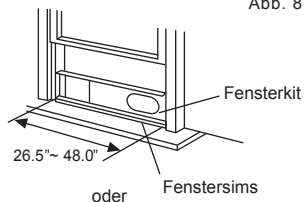

Abb. 9
2. Legen Sie den Fensteradapter (Kit) auf den Fensterahmen. Passen Sie die Länge des Fensteradapters an die Fensterbreite an. Verkürzen Sie den Fensteradapter, wenn die Breite des Fensters weniger als 26,5" ist. Öffnen Sie den Fensterflügel und legen Sie den Fensteradapter auf das Fenstersims (Abb.9).